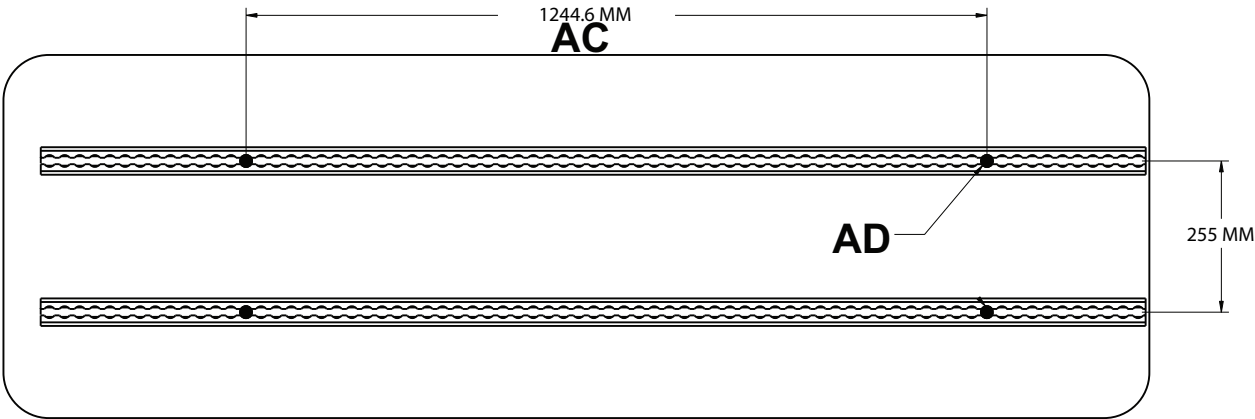
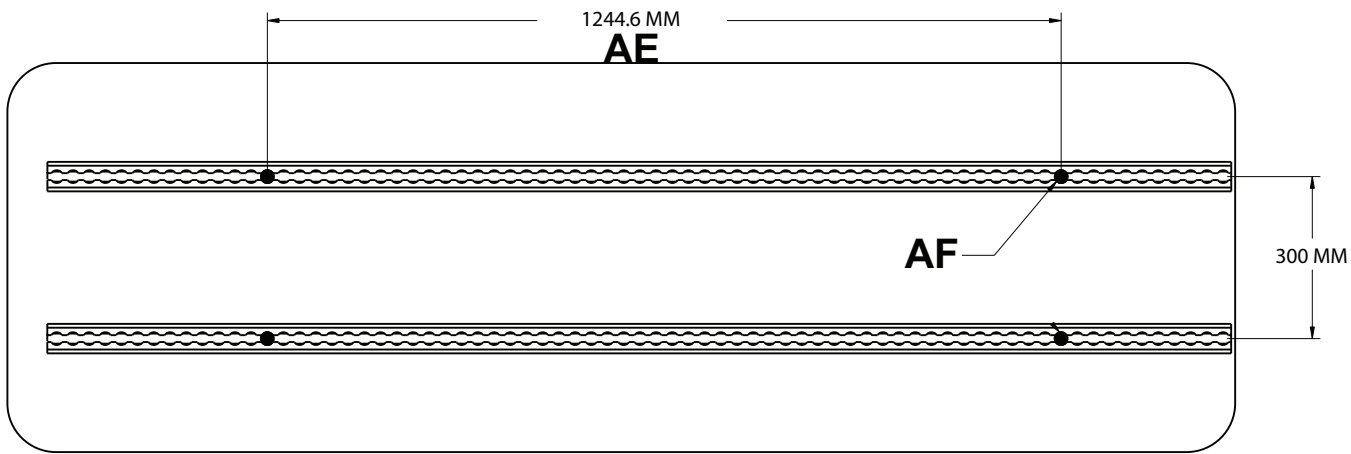

Figure 10 – Emplacements pour l'installation des rails de plancher
Figure 11 – Emplacements pour l'installation des rails de plancher
4. Identifier l'emplacement de la fixation côté pieds et la fixation côté tête à partir de la Figure 10 pour le modèle 6386 et la Figure 11 pour le modèle 6387.
4. Identifier l'emplacement de la fixation côté pieds et la fixation côté tête à partir de la Figure 10 pour le modèle 6388 et la Figure 11 pour le modèle 6389.
2. À l'aide des dimensions indiquées dans la Figure 10, identifier la position de fixation des rails de plancher.
2. À l'aide des dimensions indiquées dans la Figure 11, identifier la position de fixation des rails de plancher.